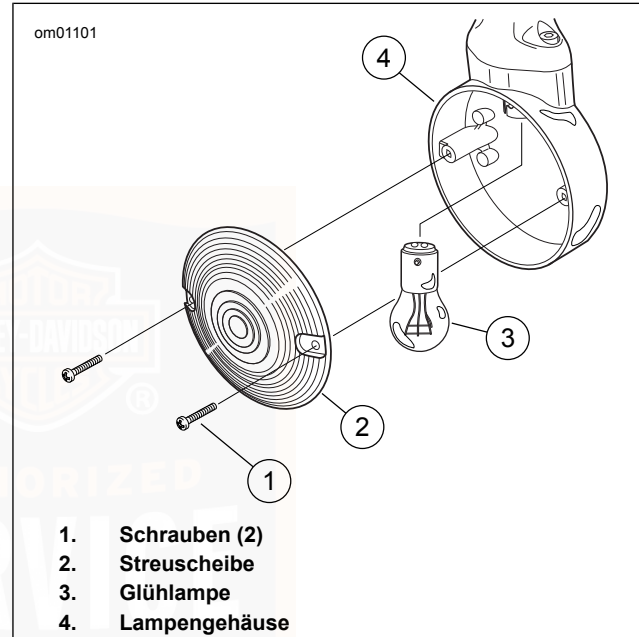

Abbildung 101. Blinker-Baugruppe: Flachglasausführung
1. Siehe Abbildung 101. Die zwei Schrauben (1) entfernen, um die Streuscheibe (2) vom Lampengehäuse (4) zu lösen.
2. Die Glühlampe (3) zum Ausbauen hineindrücken und gegen den Uhrzeigersinn drehen.
6. Die Streuscheibe (2) mit zwei Schrauben (1) am Lampengehäuse (4) befestigen.